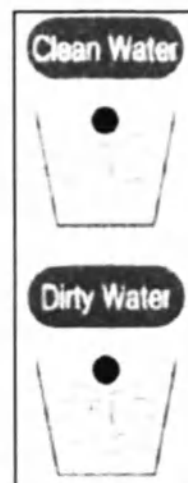

Рис.2.1 Индикатор уровня воды для стерилизатора HS-2522SD
(1) Нижняя часть светодиодного индикатора [Clean Water] (Рис.2.1 – Рис.2.2) на панели управления начинает мигать, когда уровень воды достигает заданного нижнего уровня (2,0л для стерилизатора HS-2522SD; 2,7л для стерилизатора HS-3035SD).
(2) Когда объем воды в резервуаре пополняется до нормального уровня, нижняя часть светодиодного индикатора [Clean Water] на панели управления начинает светиться постоянно.
(3) Когда объем воды в резервуаре пополняется до заданного
(4) Светодиодный индикатор [Dirty Water] (Рис.2.1 – Рис.2.2) на контрольной панели начинает мигать при заполнении контейнера (5,0л для стерилизатора HS-2522SD; 6,0л для стерилизатора HS-3035SD) отработанной водой.